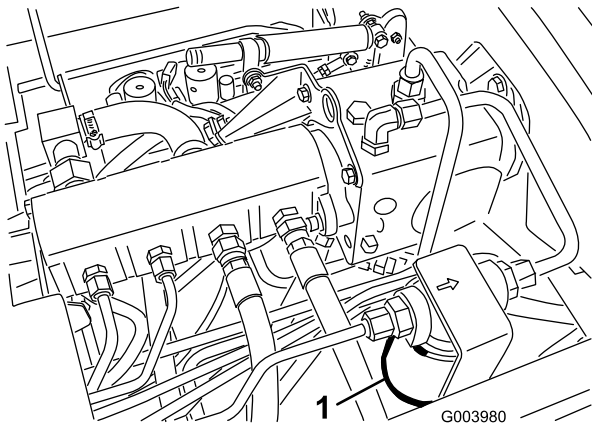
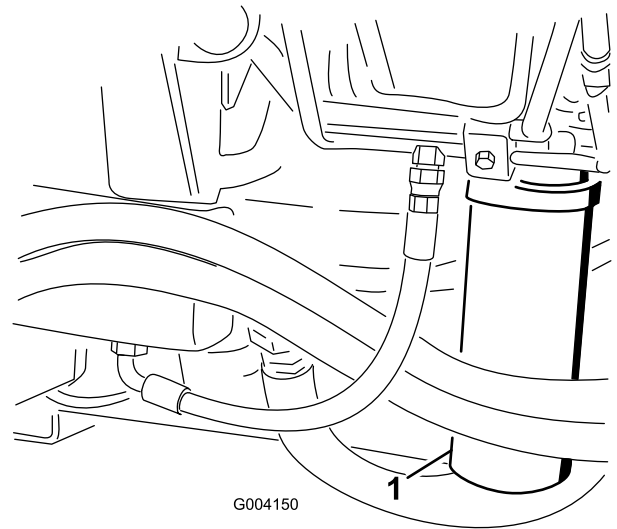

Figura 74
Figura 75
2. Limpie la zona alrededor de la zona de montaje del filtro y coloque un recipiente debajo del filtro (Figura 74 y Figura 75).